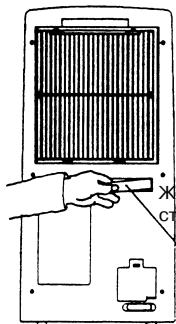

Рис. 8
(1) Возьмите дренажный шланг из комплекта принадлежностей (или сделайте его самостоятельно).
(2) Вытащите желоб для стока воды (см. рисунок 8).